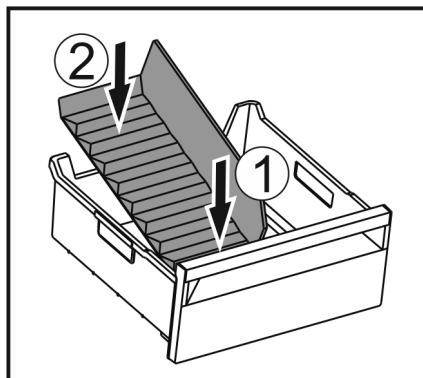

Fig. 79
- Vložte prednú časť oddelovača zásuvky na ľad. Fig. 79 (1)
- Spustite zadnú časť oddelovača zásuvky na ľad až na dno zásuvky. Fig. 79 (2)